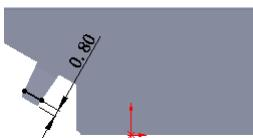
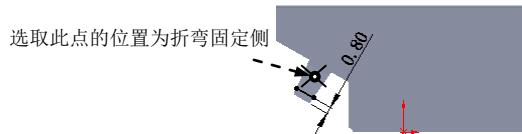

图 6.14 绘制的折弯线
图 6.15 固定侧的位置
② 定义折弯线草图。在草图环境中绘制图 6.14 所示的折弯线。
③ 选择下拉菜单 **插入(I)** → **退出草图** 命令，退出草图环境。此时系统弹出“绘制的折弯”对话框。
(3) 定义折弯固定侧。在图 6.15 所示的位置处单击，确定折弯固定侧。
(4) 定义钣金参数属性。在 **折弯参数(P)** 区域的 **角度(A)** 文本框中输入折弯角度 90.0，在 **折弯位置:** 区域中单击“折弯中心线”按钮  。
(5) 单击  按钮，完成绘制的折弯 2 的创建。